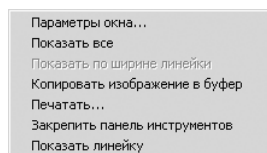

Рис. 1.126. Контекстное меню графического окна
- щелкните по графику правой кнопкой мыши. Появится контекстное меню, показанное на рис. 1.126;